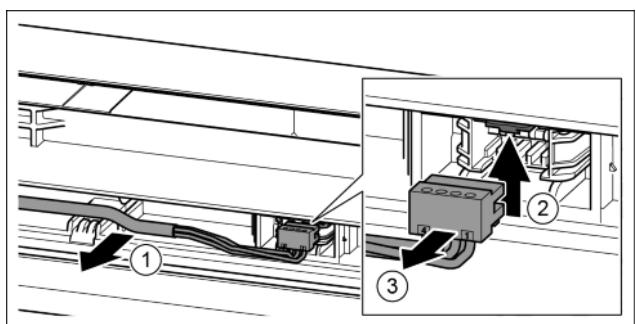

Fig. 19
- Обережно витягніть сірий кабель з направляючої в дверцях. Fig. 19 (1)
- Притисніть з'єднувальну накладку вгору. Fig. 19 (2)
- Обережно витягніть штекер. Fig. 19 (3)